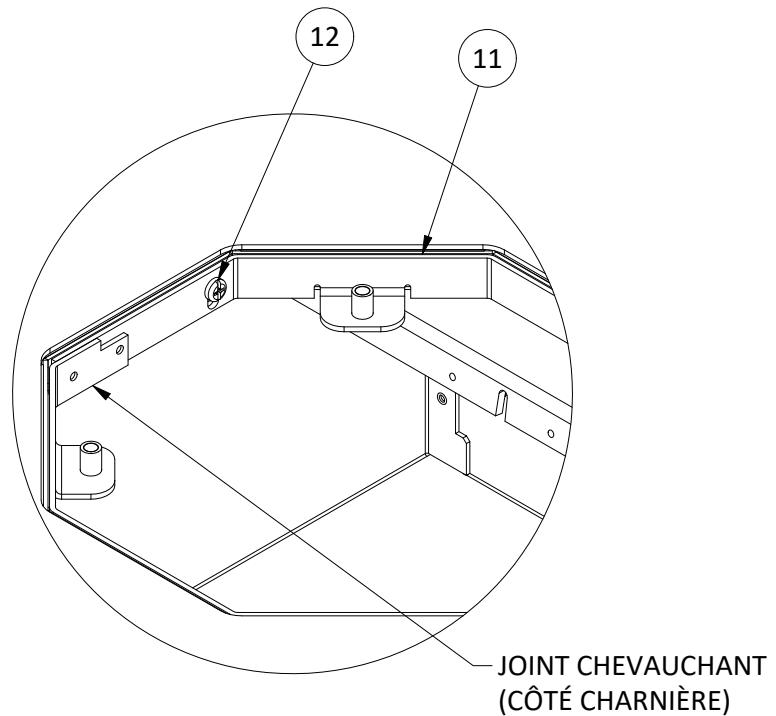

FIGURE 3
14. Orient cover support collar [11] as required by removing and reinstalling screws [12]. Lap joint in collar defines the hinge location of the cover (SEE FIGURES 3 & 4).
14. Orienter le collier de soutien du couvercle [11] au besoin en retirant et en réinstallant les vis [12]. Le joint à recouvrement du collier définit où se trouvera la charnière du couvercle (CONSULTER LES FIGURES 3 et 4).